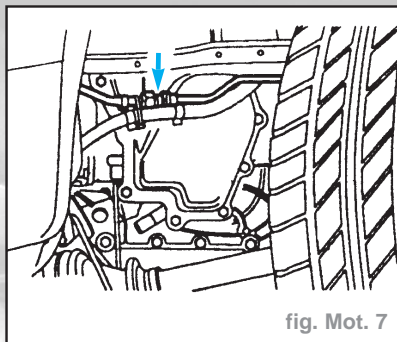

fig. Mot. 7
- Séparer la tuyauterie de direction assistée et la suspendre (fig. Mot. 7).